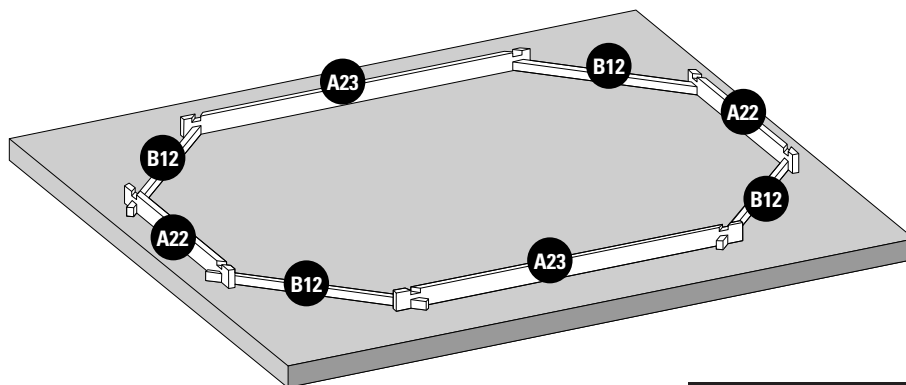

Fig. 1 / Abb. 1 / Afb. 1
**INSTALLATION OF THE FIRST LAYER OF BOARDS:** • Build the first layer placing boards (A22), (A23) and (B12) as shown by figure 1. • Adjust the shape of the pool using the inside dimensions indicated in the installation diagram (see page 44). • The drawing shows the inside dimensions of the pool for the different opposing diagonals. After having installed the first layer, you should check the inside dimensions of the pool.
**POSITIONNEMENT DE LA 1ÈRE RANGÉE DE MADRIERS :** • Constituez la première rangée, en disposant les madriers (A22), (A23) et (B12) comme indiqué sur la figure 1. • Ajustez la forme de la piscine en vous aidant des dimensions intérieures indiquées sur le plan d'implantation (Voir page 44). • Le plan donne les dimensions intérieures du bassin pour les différentes diagonales opposées.
**POSITIONIERUNG DER ERSTEN REIHE VON BRETTNER:** • Errichten Sie die erste Reihe, indem Bretter (A22), (A23) und (B12) platzieren, wie Abb. 1 zeigt. • Passen Sie die Form des Pools an, indem Sie die angezeigten Innenmaße verwenden, die in der Einbauzeichnung (Siehe Seite 44) aufgeführt sind. • Die Zeichnung zeigt die Innenmaße des Pools für die verschiedenen gegenüberliegenden Diagonalen.
**PLAATSING VAN DE EERSTE RIJ PLANKEN:** • Construeer de eerste rij door het plaatsen van planken (A22), (A23) en (B12) zoals te zien is op afbeelding 1. • Plan de vorm van het zwembad aan waarbij u gebruik maakt van de interne afmetingen die zijn aangegeven op het montageplan (Zie pagina 44). • Het plan geeft interne afmetingen van het zwembad aan voor de verschillende tegenover elkaar liggende diagonale lijnen.